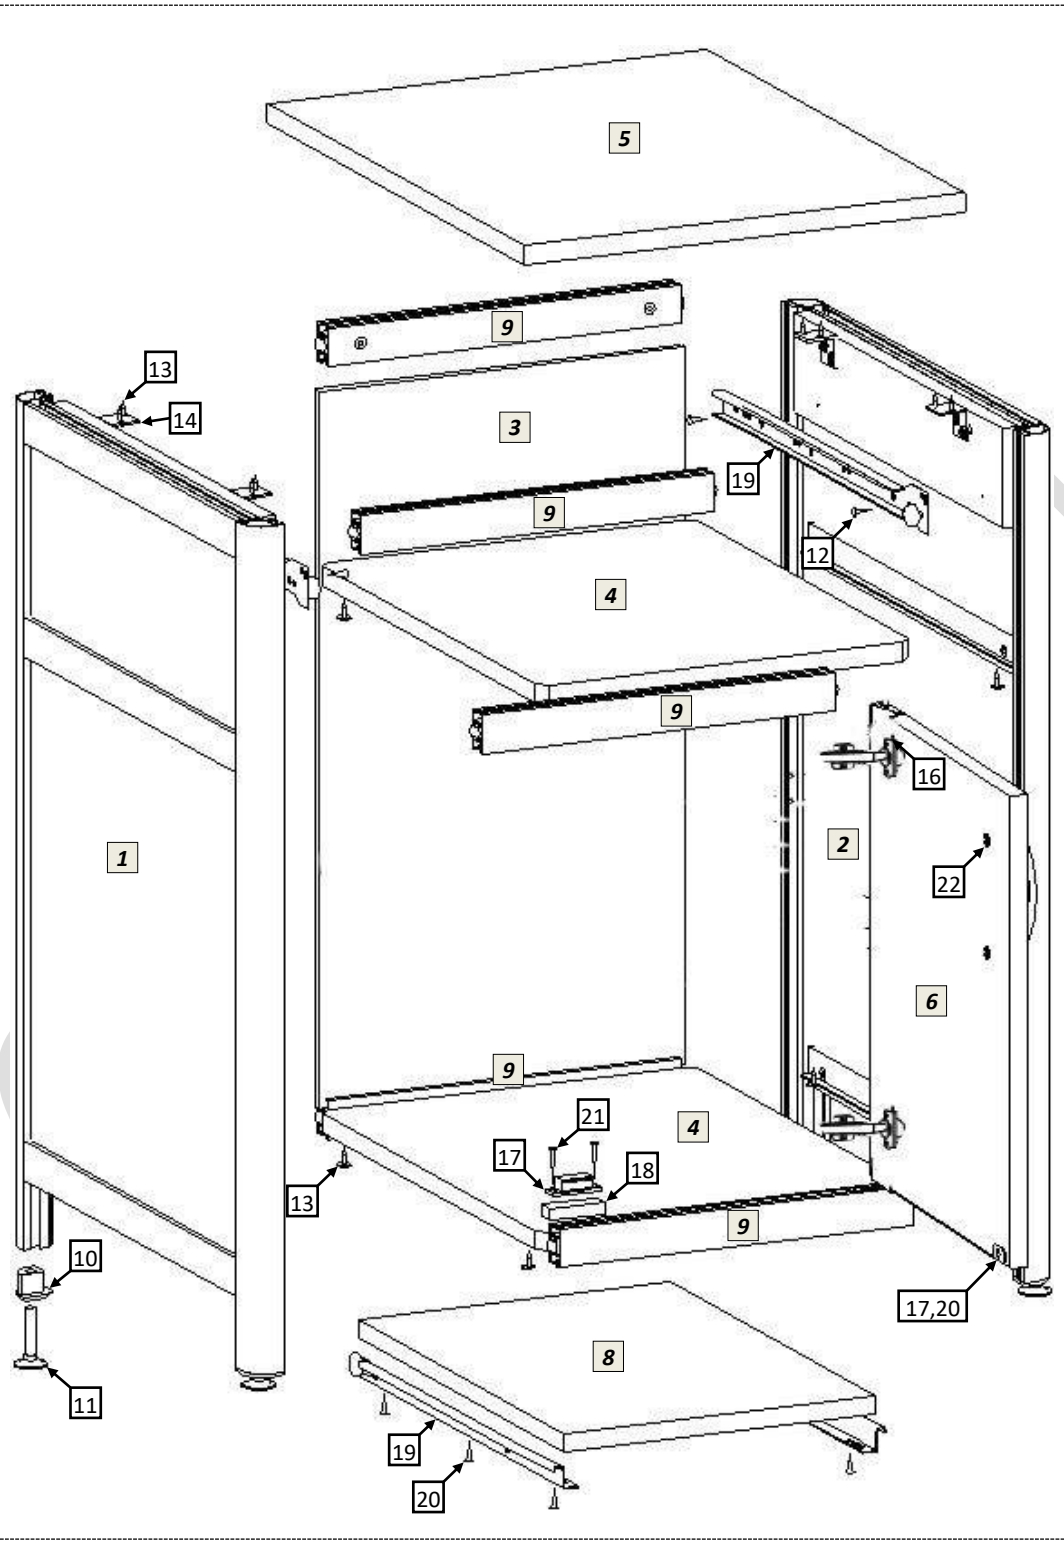

рис.1
- 5.1 Распаковав тумбу, внимательно ознакомьтесь со схемой сборки, изображённой на рис.1. Согласно позициям на схеме и комплектовочной ведомости определите расположение деталей в изделии и порядок их сборки. Сборка производится на ровном полу, укрытом материалом, предотвращающим повреждение покрытия пола и деталей мебели. Подготовьте необходимые для сборки инструменты – плоскую и крестовую отвёртки, молоток, рулетку или линейку, гаечный ключ 12мм для регулировки опор, шуруповёрт.
- 5.5 Как показано на рис.1 соберите выдвижную полку [8].